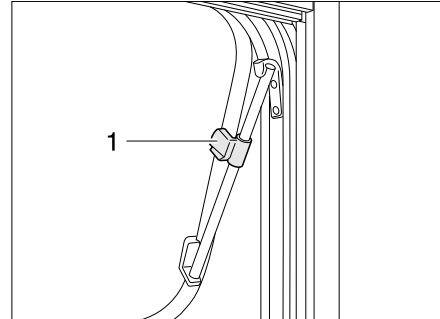

Bild 34 Ausstellfenster mit Dreh-Ausstellern, geöffnet
- Ausstellfenster bis zur gewünschten Stellung öffnen und mit Rändelknopf (Bild 34,1) feststellen.
- Rändelknopf (Bild 34,1) drehen, bis Arretierung freigegeben wird.